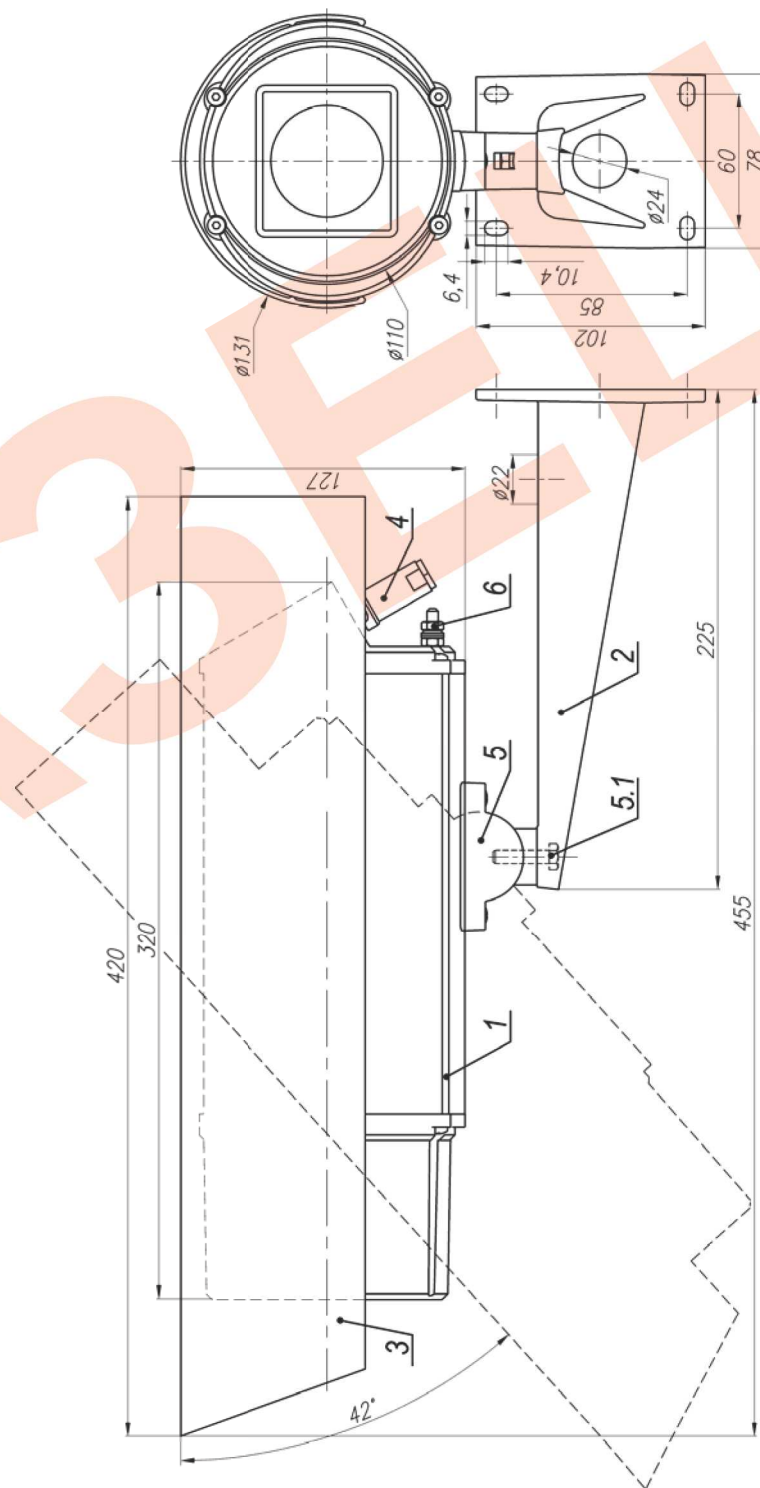

Рис.1 Габаритные и установочные размеры ТВК-97 IP
3. Ослабив болт фиксации шарнира (поз.5.1 рис.1), установить гермобокс на нужное направление обзора, после чего надежно зафиксировать шарнир затянув болт.
4. Заземлить гермобокс с помощью болта заземления (поз.6 рис.1).
Состав изделия: (см. рис.1)